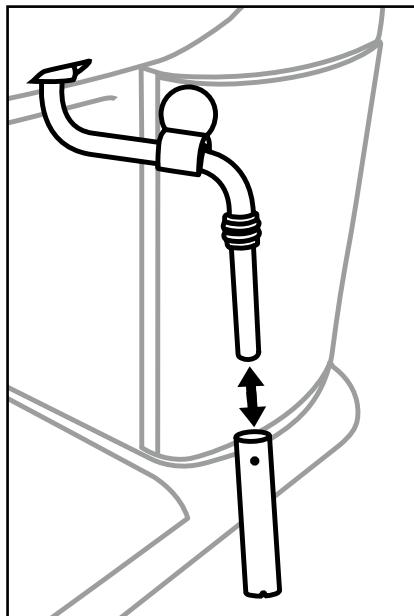

Figura 1
- 1) Așezați un recipient gol sub dispozitivul de spumare a laptelui ⑩.
- 2) Rotiți butonul pentru reglarea aburului ⑦ direct după utilizare pe „+” și lăsați să se emane abur timp de câteva secunde.
- 3) Rotiți butonul pentru reglarea aburului ⑦ pentru a-l închide (rotiți-l până la limită, în direcția „-“), opriți aparatul și scoateți ștecărul din priză.
- 5) Scoateți învelișul dispozitivului de spumare a laptelui ⑩ (figura 1) și curățați-l cu atenție în apă caldă.
- 7) Împingeți la loc învelișul pe duză (figura 1).